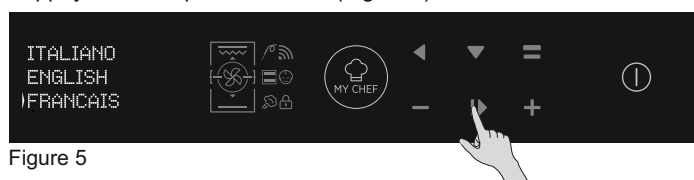

Figure 5
- Appuyez sur OK pour continuer. (Figure 5)